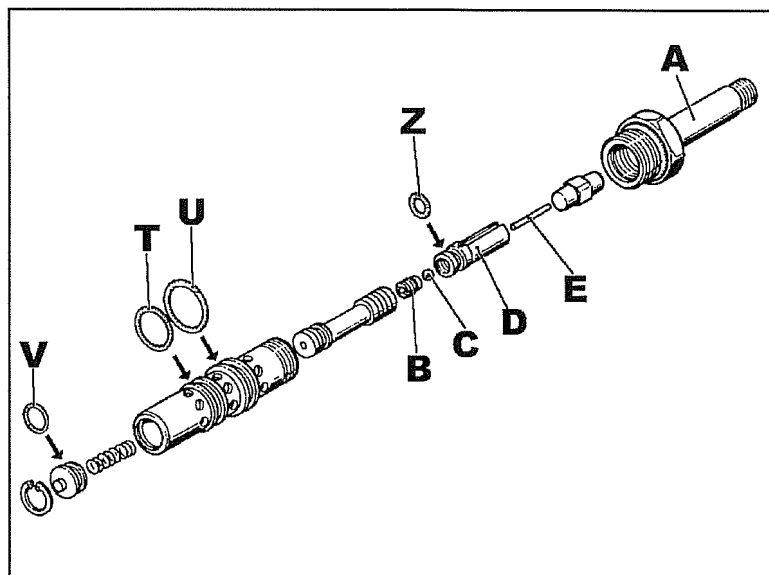
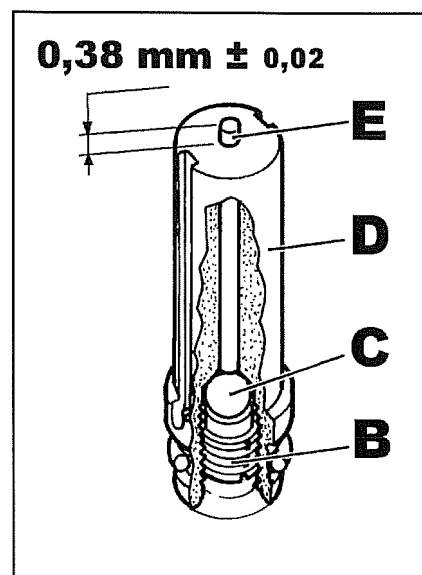

Fig. 20
Fig. 21
28 Tirar o solenóide do grupo electroválvula desmontando-o como ilustrado na fig. 20.
Controlar a integridade dos anéis de vedação **T-U-V-Z** fig. 20, se necessário substituí-los. Lavar e assoprar todos os componentes a fim de eliminar qualquer traço de sujeira.
O grupo **D** fig. 20, ilustrado mediante os seus componentes na fig. 21, deve ser lavado depois de ter sido extraído o perno **E**, assoprando pelos furos presentes no corpo externo sem tirar o parafuso sem cabeça **B** e a esfera **C**.
- No caso em que o parafuso sem cabeça **B** tiver sido desmontado ou retirado, a remontagem das peças **B-C-D-E** da fig. 21 deve ser efectuada da seguinte maneira:
- O perno **E** medido como na fig. 21, deve sobressair de **0,38 mm** com uma tolerância superior ou inferior a **0,02 mm** e ter o lado com cabeça côncava virado para a esfera.